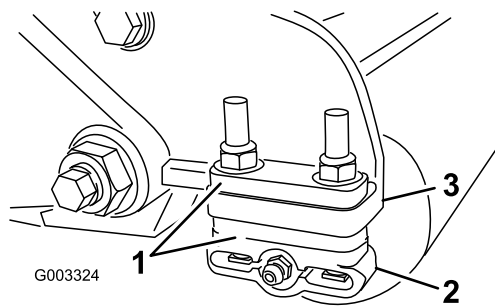

Figura 12
- Ajuste os suportes do rolo traseiro (**Figura 12**) na altura desejada do limite de corte posicionando a quantidade necessária de espaçadores por baixo da flange de montagem da placa lateral (**Figura 12**) de acordo com o quadro de altura de corte.